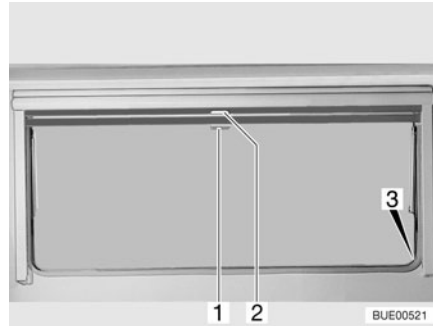

Fig. 36 Ventana abatible
- Tirar del asidero (Fig. 36,2) de la persiana oscurecedora enrollable hacia abajo. Cuando la persiana oscurecedora enrollable se cierre por completo, encajarla en el bloqueo (Fig. 36,3) a ambos lados del marco de la ventana.
- Cuando la persiana oscurecedora enrollable está completamente cerrada: Presionar el tirador (Fig. 36,2) hacia abajo y tirarlo ligeramente hacia dentro. Desenganchar la persiana oscurecedora enrollable de los bloques a izquierda y derecha del marco de la ventana.
- Cuando la persiana oscurecedora enrollable se encuentre en una posición intermedia: Tirar ligeramente del asidero (Fig. 36,2) hacia abajo, hasta que se hay soltado el bloqueo.
- Tirar hacia abajo de la mosquitera enrollable (Fig. 36,1) y engancharla en el bloqueo (Fig. 36,3) a ambos lados del marco de la ventana.
- Presionar el tirador (Fig. 36,1) hacia abajo y tirarlo ligeramente hacia dentro. Desenganchar la mosquitera enrollable de los bloqueos a izquierda y derecha del marco de la ventana.